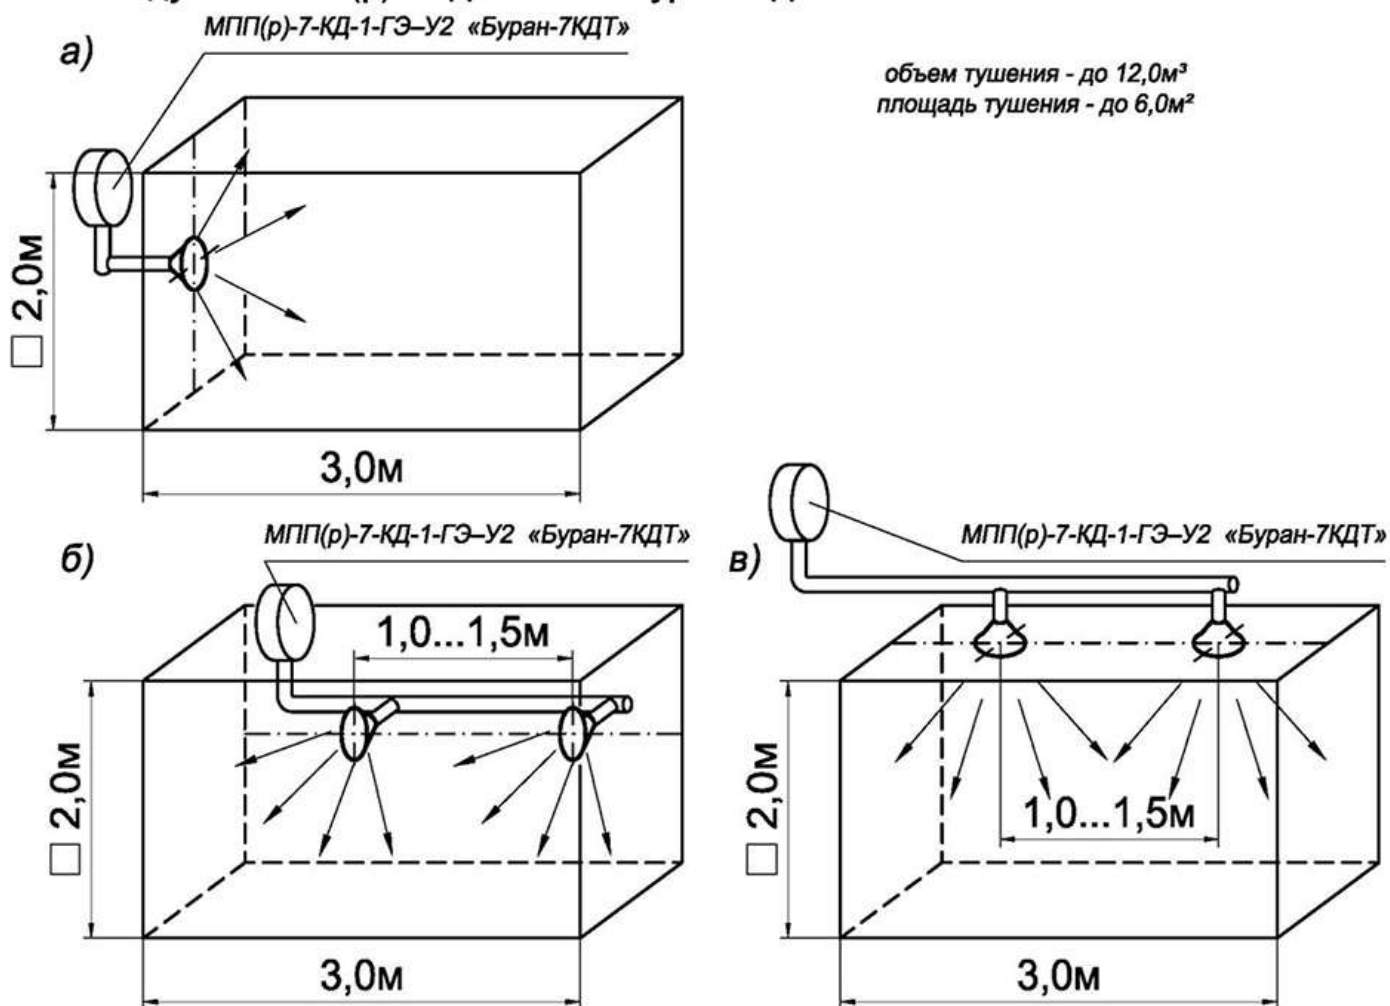

Рис. 3 Масштабное изображение конфигурации распыла огнетушащего порошка модулем «Буран-7КДТ».
6.3. Масштабное изображение конфигурации зоны распыла порошка, в которой достигается тушение, приведено см. рис.3.